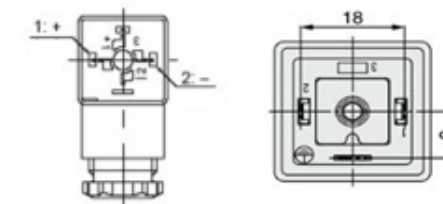

Figure 1. DIN Type A
- Effectuez les raccordements à l'alimentation électrique conformément aux figures 1 et 2.